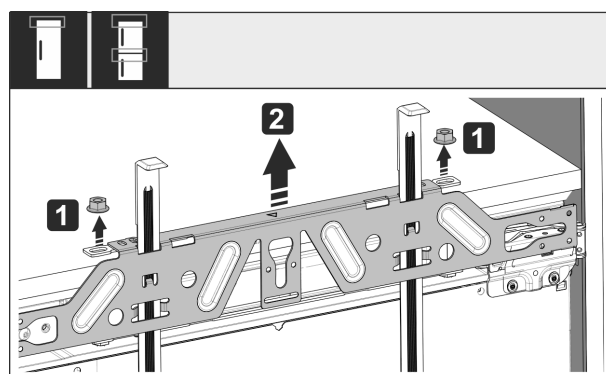

Fig. 51
- Povolte pojistné matice *Fig. 51 (1)*.
- Sejměte upevňovací příčník *Fig. 51 (2)*.